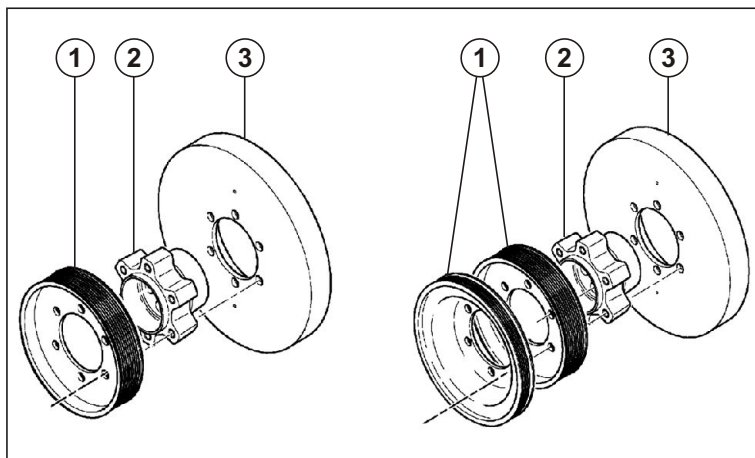

Рис. 47. Демпфер в сборе.
4.6.1. Снятие демпфера и шкива вала коленчатого со ступицы. (см. Рис. 47)
4.6.3. Установка демпфера и шкива вала коленчатого на ступицу. (см. Рис. 47)